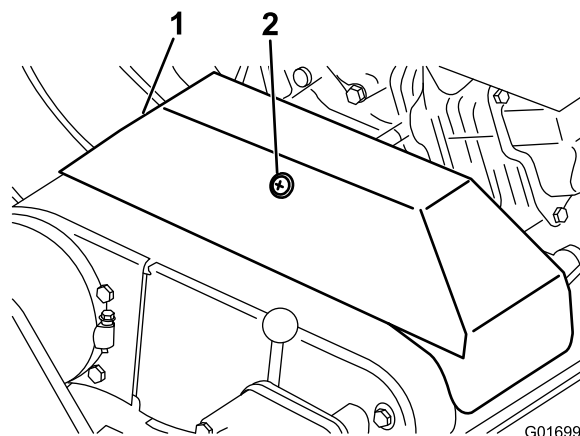

Figura 40
2. Desaperte a fixação que prende a cobertura da correia em V e incline a abertura da cobertura (Figura 40).